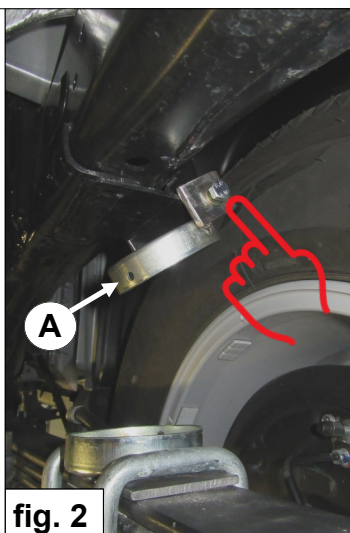

fig. 2
1. Placez le support supérieur MAD **A** et assemblez la cuvette de boulon du trou. Voir fig. 2.
1. Placera övre MAD springseat **A** och montera bulten trång hålet. Se fig. 2.